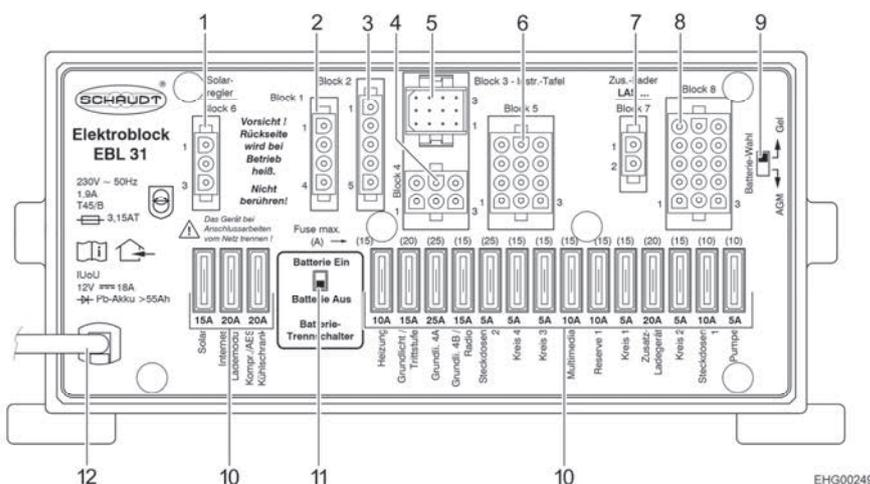

Fig. 64 Bloc électrique (EBL 31)
- ▷ Afin de couper l'alimentation électrique de **tous** les consommateurs électriques 12 V, et pour éviter toute décharge de la batterie de cellule, placer l'interrupteur-séparateur de batterie (Fig. 64,11) sur "Batterie Aus" (batterie arrêt) sur le bloc électrique.
- ▷ Les consommateurs tels que chargeur, régulateur de panneau solaire, panneau de contrôle et autres sont alimentés par la batterie, même lorsque l'interrupteur principal 12 V est fermé sur le panneau de contrôle (Fig. 65,6). C'est pourquoi il faut mettre l'interrupteur-séparateur de batterie (Fig. 64,11) du bloc électrique sur "Batterie Aus" (batterie Arrêt) lorsque le véhicule n'est plus utilisé pendant une longue période.